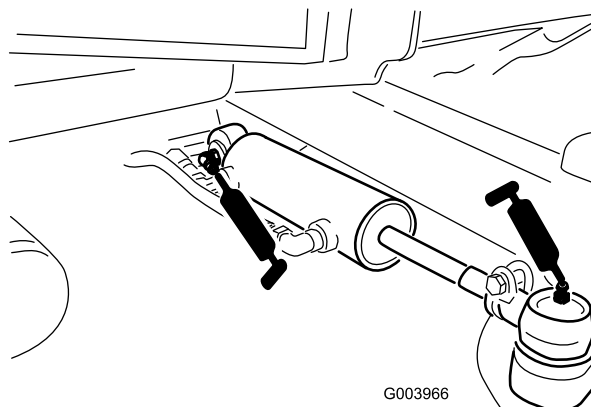

Figure 51
- Rotules de vérin de direction (2) (Figure 51)